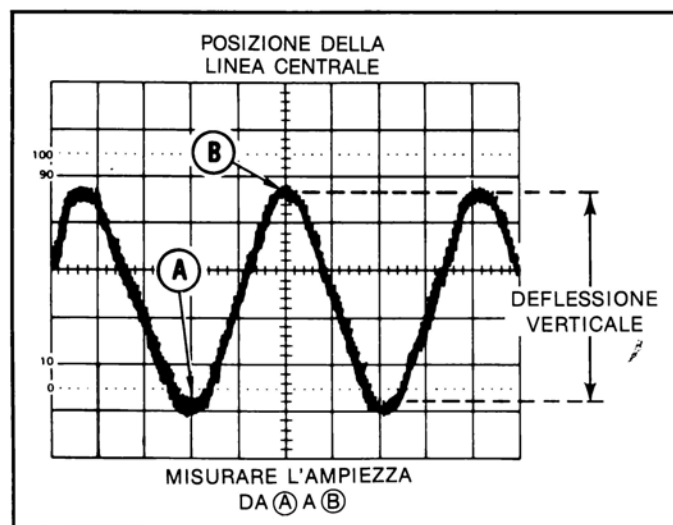

Figura 38
- Regolare la posizione della traccia in senso verticale in modo che un picco negativo della forma d'onda poggi su di una delle linee orizzontali del reticolo (si veda il punto A nella figura 38).
- Regolare la posizione orizzontale della traccia in modo che uno dei picchi positivi coincida con la linea verticale di centro del reticolo (si veda il punto B nella figura 38).
- Misurare la deflessione verticale da picco a picco (così come indicato in figura 38 dal punto A al punto B).
ESEMPIO: La deflessione verticale misurata da picco a picco sia di 4,6 divisioni (vedi figura 38), il valore di scala di VOLT/DIV sia di 0,5 e l'attenuazione della sonda di 10. Con questi dati introdotti nella formula di cui sopra si ottiene: